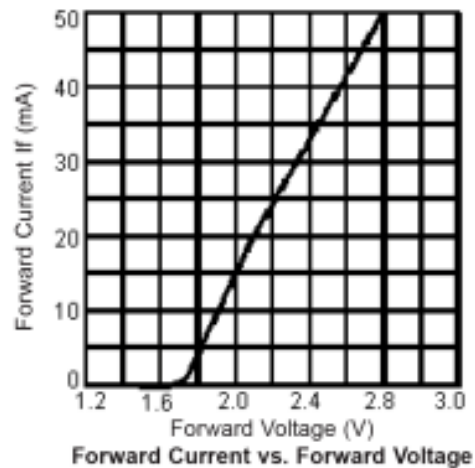

Figura 17. Grafic pentru LED
- căutăm și extragem din foaia de catalog graficul FORWARD VOLTAGE / FORWARD CURRENT ilustrat în Figura 17.